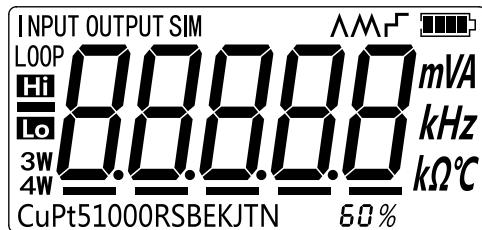

图 2.3-1
1. 请在开机时按住①键直到蜂鸣器发出“嘀”声，如图 2.3-1 所示。